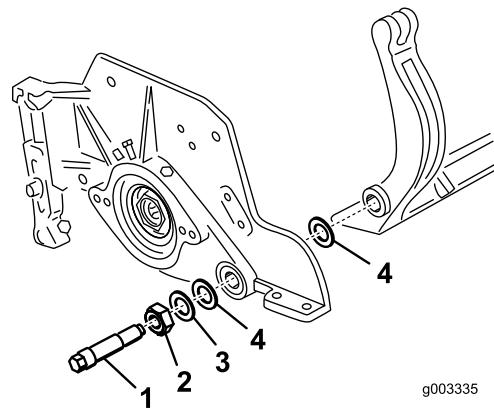

Figura 28
arandela de acero troquelado de cada extremo de la barra de asiento (Figura 28).
- Fije la barra de asiento a cada chapa lateral con los pernos de la barra (con tuercas en los pernos) y las 6 arandelas. Debe colocarse una arandela de nylon en cada lado del saliente de la chapa lateral. Coloque una arandela de acero por fuera de cada arandela de nylon (Figura 28). Apriete los pernos de la barra de asiento a 37-45 Nm. Apriete las contratuerca hasta que la arandela de acero exterior deje de girar, y la holgura quede eliminada, pero no apriete demasiado ni desvíe las chapas laterales. Las arandelas del interior pueden tener cierta holgura.